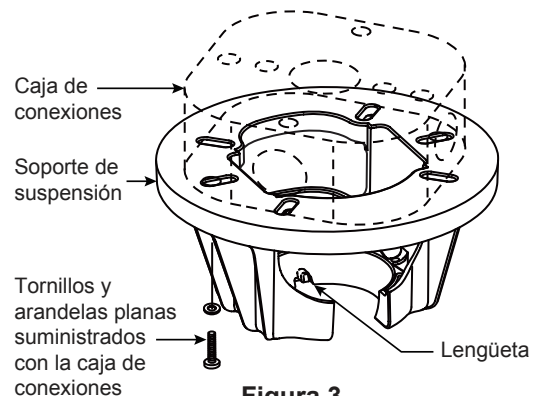
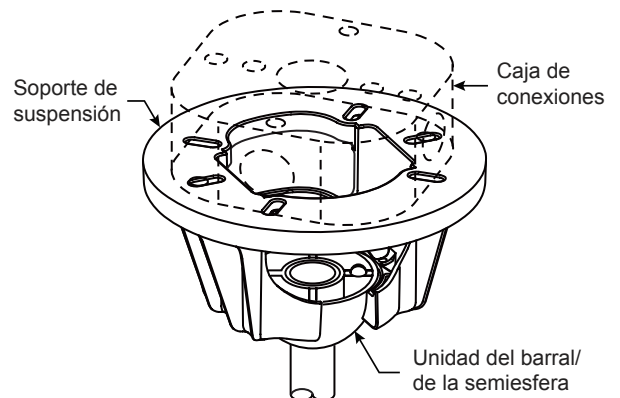

Figura 3
Figura 4
Uso del soporte (Figura 3)
3. Afloje los dos tornillos de fijación del soporte del barral de soporte para techo a través de la varilla. Introduzca los cables de color marrón, azul, rojo, gris y amarillo a través de la varilla. (Figura 3)
4. Coloque el soporte de la varilla y alinee los orificios de la clavija de horquilla en ambas piezas. Instale la clavija de horquilla y asegúrela con la pinza de horquilla. Fije los dos tornillos de presión y las tuercas de seguridad en el soporte de la varilla interior. Fije con seguridad el set de tornillos con el destornillador y luego fije bien las tuercas con una llave hexagonal. (Figura 4)
1. Fije bien el soporte de suspensión a la caja de conexiones con los tornillos y las arandelas planas suministrados con la misma. (Figura 3)
NOTA: Se deben pasar los tornillos de la caja de conexiones a través de los orificios que se encuentran en el soporte de suspensión. (Figura 3)
3. Con cuidado, levante el ventilador y apoye la unidad del barral/de la semiesfera en el soporte de suspensión que acaba de fijar a la caja de conexiones. (Figura 4) Asegúrese de que la ranura en la semiesfera esté alineada con el reborde del soporte de suspensión. (Figura 3)
2. Deslice el receptor en el soporte de suspensión antes de realizar el cableado como se muestra en la figura 3.
3. Realice las conexiones de cables al bloque del terminal como se muestra en la Figura 4.
4. Extraiga los seis tornillos del motor y guárde los para volver a colocarlos en los pasos 5 y 6. (Figura 4)
- 4.** Si necesita reemplazar la baterías. Retire la cubierta de la batería del control remoto con un destornillador y conserve el tornillo para luego. (Figura 4)